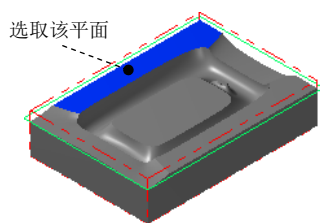
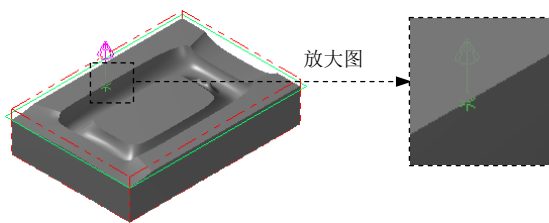
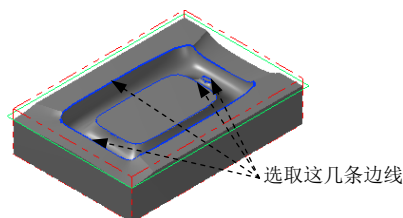

图 23.26 定义附着面
图 23.27 定义边界位置
图 23.28 创建其余边界
(1) 选择命令。选择下拉菜单 **绘图 (C)** → **曲面曲线 (V)** → **单一边界 (O)...** 命令。
(2) 定义边界的附着面和边界位置。选取图 23.26 所示的曲面为边界的附着面, 此时在所选取的曲面上出现图 23.27 所示的箭头。移动鼠标, 将箭头移动到图 23.27 所示的位置单击鼠标左键, 此时系统自动生成创建的边界预览。
(3) 单击 按钮完成指定边界 1 的创建。
Step2. 参照 Step1 创建其余的边界, 结果如图 23.28 所示。
Step3. 选择加工方法。选择下拉菜单 **刀具路径 (T)** → **曲面精加工 (F)** →
(2) 设置加工边界。在 Containment boundary 区域中单击 按钮, 系统弹出“串连选项”对话框, 选中 ☒ 继续 复选框, 在图形区中选取图 23.28 所示的边线。单击 按钮, 系统返回至“刀具路径的曲面选取”对话框。